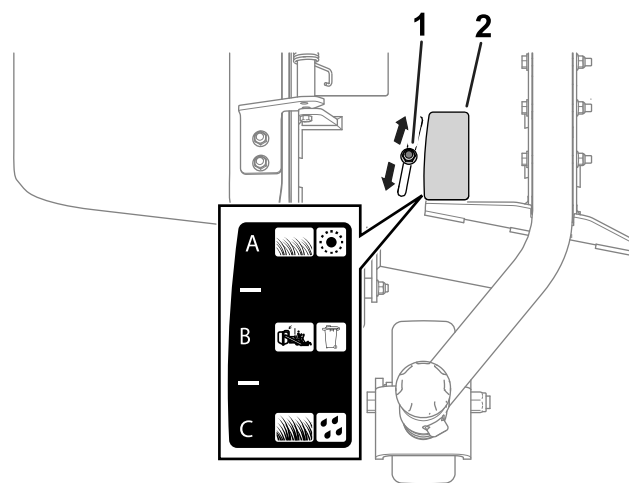

Figura 14
2. Desaperte a porca (Figura 14).
Consulte as secções seguintes para obter uma descrição da posição de cada abafador de fluxo. Figura 14 ilustra cada posição (ou seja, A, B e C) como se vê no autocolante.